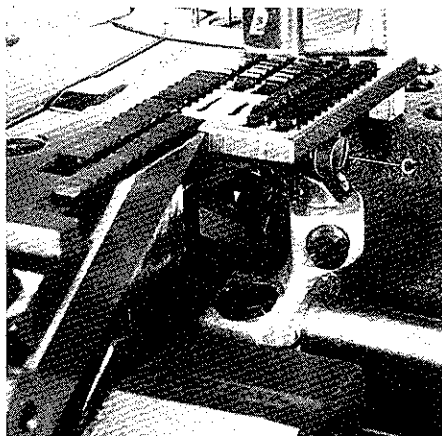

Fig.31
Depending on thickness of fabric to be sewn, the right part of the main feed dog can be raised slightly for compensation if required, to obtain a uniform and even feeding of lace or elastic (see Fig.30). The correct height has to be determined by sewing tests. After loosening screw (C, Fig.31) the right part of the main feed dog can be set accordingly. Retighten screw (C). In-line-of-feed the differential feed dog can be set to the front or to the rear to clear equally between the main feed dog and the front end of throat plate slot. For adjustment loosen screw (F, Fig.29) and rotate eccentric (E) in operating direction until the correct setting is obtained. Retighten screw (F).
Zur Einstellung lösen Sie die Schrauben (B, Fig.29) und schieben die Transporteurhalter mit den Transporteuren auf die gewünschte Höhe. Ziehen Sie die Schrauben (B) an. Abhängig von der Dicke des Nähgutes kann zum Ausgleich der rechte Teil des Haupttransporteurs bei Bedarf etwas höher gestellt werden, so daß Spitze oder Gummiband sauber und glatt transportiert wird (siehe Fig.30). Die richtige Höhe wird durch Nähversuche ermittelt. Nach Lösen der Schraube (C, Fig.31) läßt sich der rechte Teil des Haupttransporteurs entsprechend einstellen. Ziehen Sie die Schraube (C, Fig.31) wieder an.